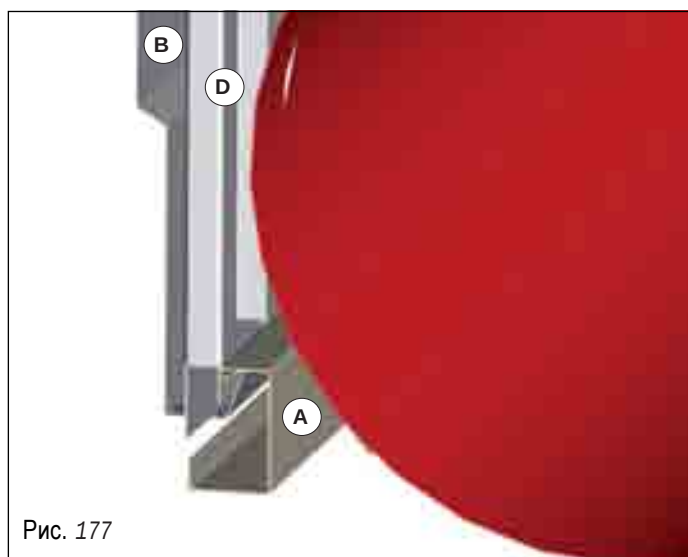

Рис. 177
На рис. 177 и 178 представлены два фрагмента нижнего профиля (А), вставленного между бокового фартука (В), теплоизоляции (С) и опорным кронштейном (D).